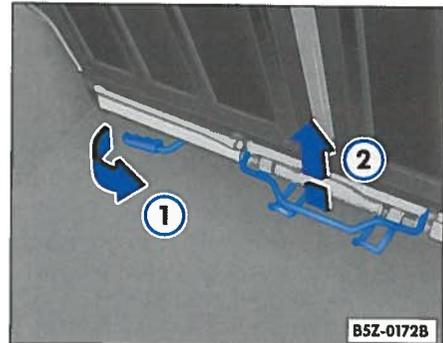

Abb. 67 Rücksitzbank: Entriegelungshebel
- Ziehen Sie den Hebel ⇒ Abb. 67 ① um die Rücksitzbank aus den Verriegelungen zu lösen.
- Ziehen Sie den Hebel ⇒ Abb. 67 ② in die erste Position und klappen Sie die Rücksitzlehne nach vorn. Bei geteilter Rücksitzlehne muss jedes Rückenlehnen-teil einzeln vorgeklappt werden.
– Ziehen Sie den Hebel ⇒ Abb. 67 ② in die zweite Position und klappen Sie die Rücksitzbank mit Rückenlehne **vorsichtig** nach vorn ⇒ ⚠.
Die geteilte Ausführung ermöglicht das teilweise oder komplette Vorklappen der Rücksitzlehne über die Hebelbetätigung ⇒ Seite 87, Abb. 67  in der ersten Position. ◀